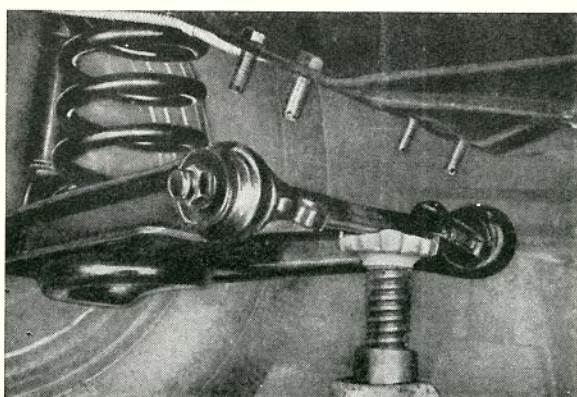

Bild 3. Demont. av framfjäder
3. Placera en domkraft under nedre länkarmen och skruva av de fyra muttrarna vid fästet i framaxelbalken. Bild 3.
2. Lyft upp länkarmen så att fjädern stöder med övre ändan mot fjäderläget i framaxelbalken och placera en domkraft under länkarmen. Bild 3.